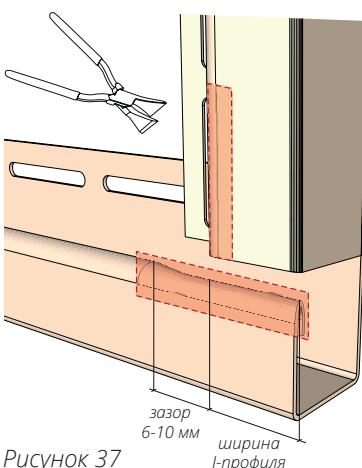
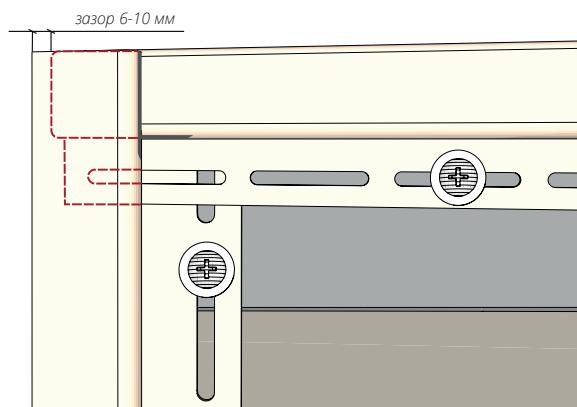

Рисунок 37
Рисунок 38
**Вариант 1.** Используя клещи, подожмите соединяемые края J-профилей на ширину лицевой части J-профиля плюс зазор на расширение 6-10 мм (рис. 37). Смонтируйте J-профили, оставив зазор на тепловое расширение 6-10 мм (рис. 38), соблюдая общие правила монтажа.